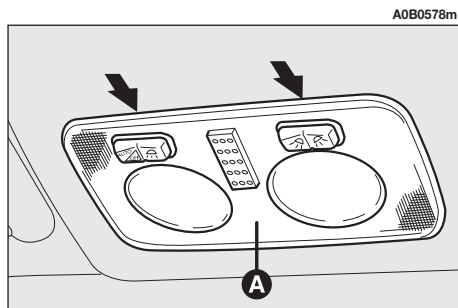

fig. 52
- Estrarre la plafoniera (**A-fig. 52**) facendo leva nei punti indicati dalle frecce.